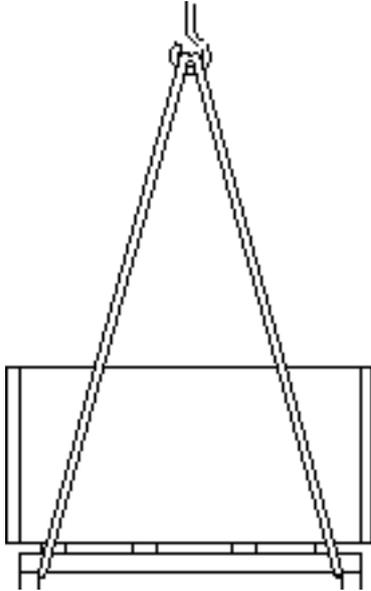

Fig. 9
1. ➔ Les câbles, sangles ou dispositifs d'arrimage multiple doivent être arrimés à la palette comme indiqué Fig. 9.